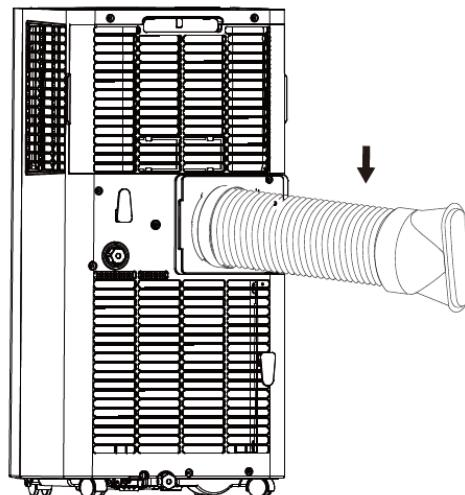

Abb. 1
- Schrauben Sie den Abluftschlauch (mit Adapter) an den Abluftauslass an der Rückseite des Gerätes (im Gegenuhrzeigersinn, Abb. 1).